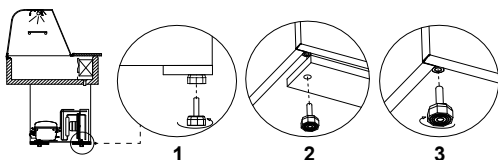

Abb.5 Entfernen der Holz Bühne
- Die Anlage auspacken und das Holzpodest, dass auf der Grundlage vorhanden ist, entfernen (ausgeschlossen von fahrbaren Anlagen und Anlagen von Typ: N, N2 und Z) Abb.5 (S.26).